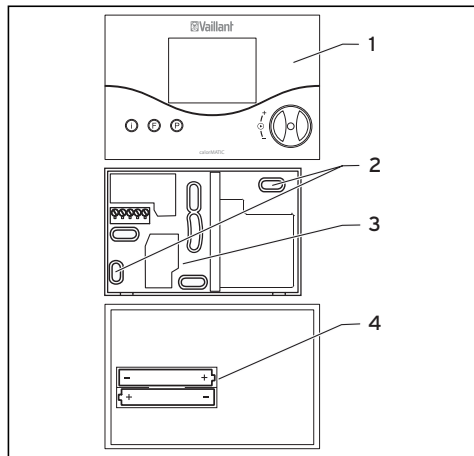

Fig. 9.3 Montage du régulateur de température ambiante
- Retirez le régulateur de température ambiante (1) de son socle mural (3).
- Percez deux trous de fixation (2) de 6 mm de diamètre (conformément à la fig. 9.3), insérez ensuite les chevilles fournies.
- Insérez les piles fournies dans le compartiment à piles situé à l'arrière du régulateur (fig. 9.3, Pos. **4**). Veillez à respecter la polarité des piles.